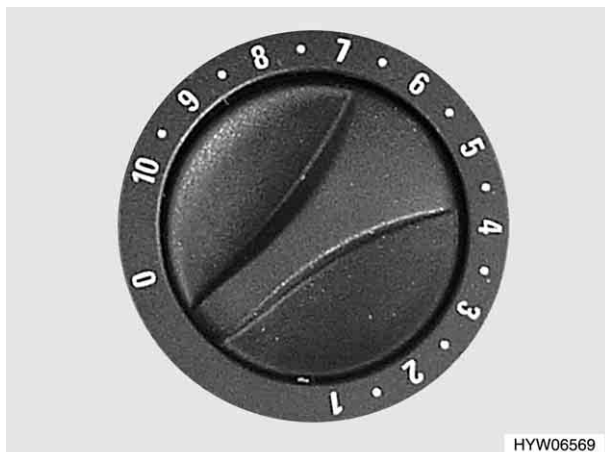

Fig. 76 Pomello girevole del riscaldamento
- Impostare il pomello girevole (Fig. 76) del riscaldamento sul valore desiderato e premere in basso fino all'arresto.
- Impostare il pomello girevole (Fig. 76) sul riscaldamento sulla posizione "0". Così il dispositivo di accensione viene contemporaneamente disinserito.